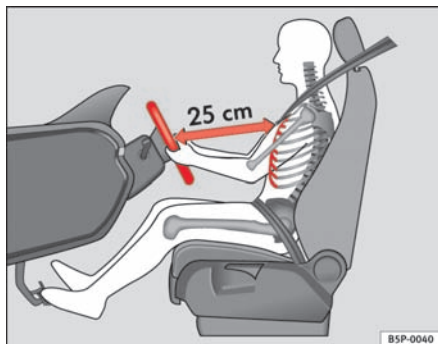

Fig. 1 Korrekt afstand mellem fører og rat
- Indstil rattet, så afstanden mellem rattet og din brystkasse mindst er 25 cm ⇒ **fig. 1.**
- Indstil førersædet, så der mindst er 25 cm mellem brystkassen og rattets midte ⇒ side 9, fig. 1. Hvis du sidder tættere på end 25 cm, beskytter airbagsystemet ikke optimalt.